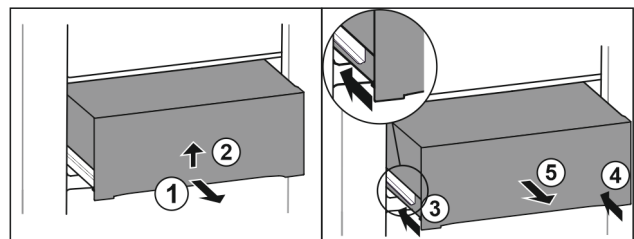

Fig. 31
- ▶ Schubfach halb herausziehen. Fig. 31 (1)
- ▶ Schubfach an der Unterseite anheben. Fig. 31 (2)
- ▶ Linke Schiene einschieben. Fig. 31 (3)
- ▶ Rechte Schiene einschieben. Fig. 31 (4)
- ▶ Schubfach nach vorne entnehmen. Fig. 31 (5)